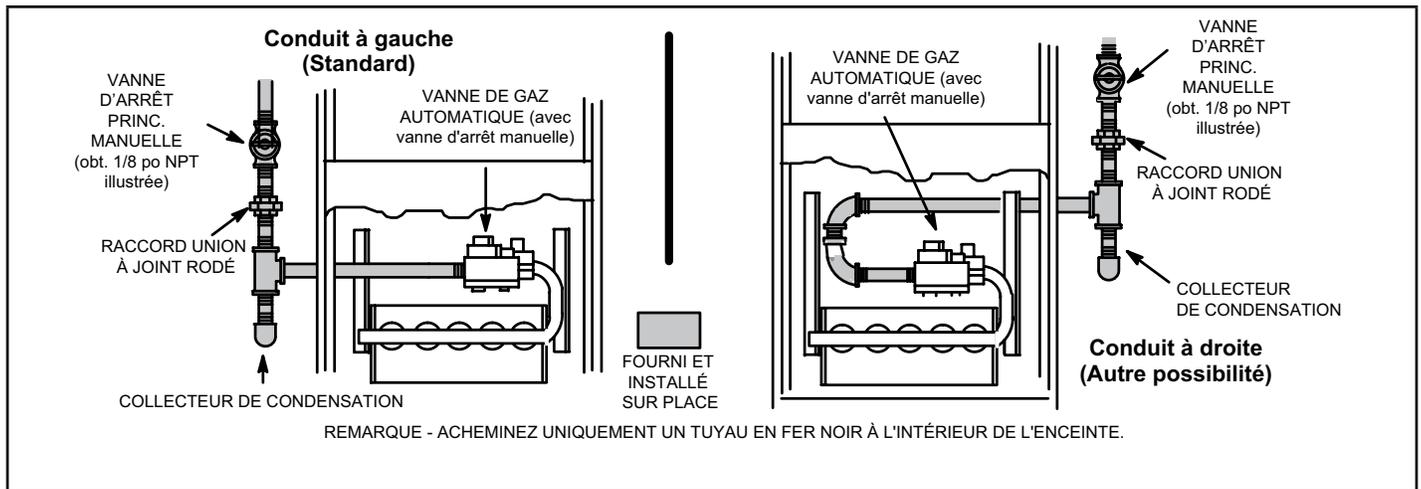

FIGURE 56
- 1 - La canalisation de gaz peut pénétrer dans l'appareil par le côté droit ou le côté gauche. La canalisation d'alimentation entre dans la vanne de gaz par le côté de la vanne, comme illustré à la FIGURE 56. Connecté la canalisation de gaz sur la vanne. La canalisation de gaz doit être serrée à un couple minimum de 350 lb-po et un maximum de 800 lb-po sur la vanne de gaz.
- 3 - La canalisation de gaz ne doit pas traverser les conduits d'air, les chutes à linge sale, les cheminées ou conduits d'évacuation des gaz, les monte-plats ou les cages d'ascenseur. Centrez la canalisation de gaz dans l'ouverture. La canalisation de gaz ne doit pas toucher le côté de l'unité. Reportez-vous à la FIGURE 56.